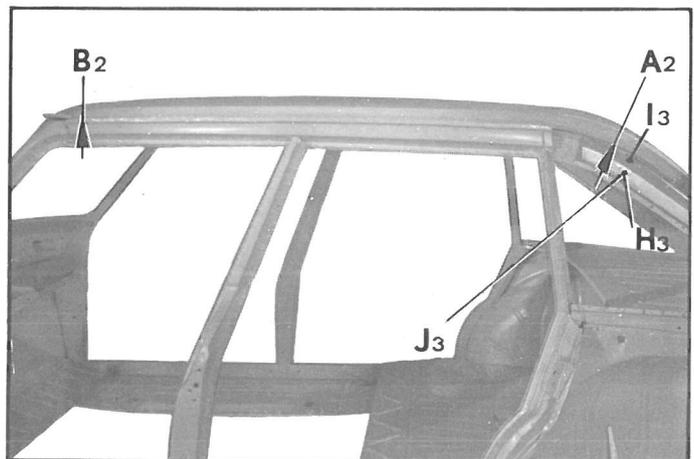

Fig. 18
en I₃ (fig. 18) (voir page 6)
- en H₃ (fig. 18) (trois points)
- en J₃ (fig. 18) (un point)
- en A₂ B₂ (fig. 18)
- en* I₃ (fig. 18) (voir page 6)